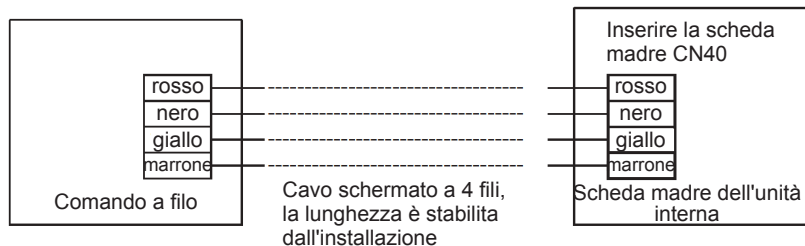

Fig. 3-2
13. Collegare il cavo della scheda madre (vedere fig. 3-2).